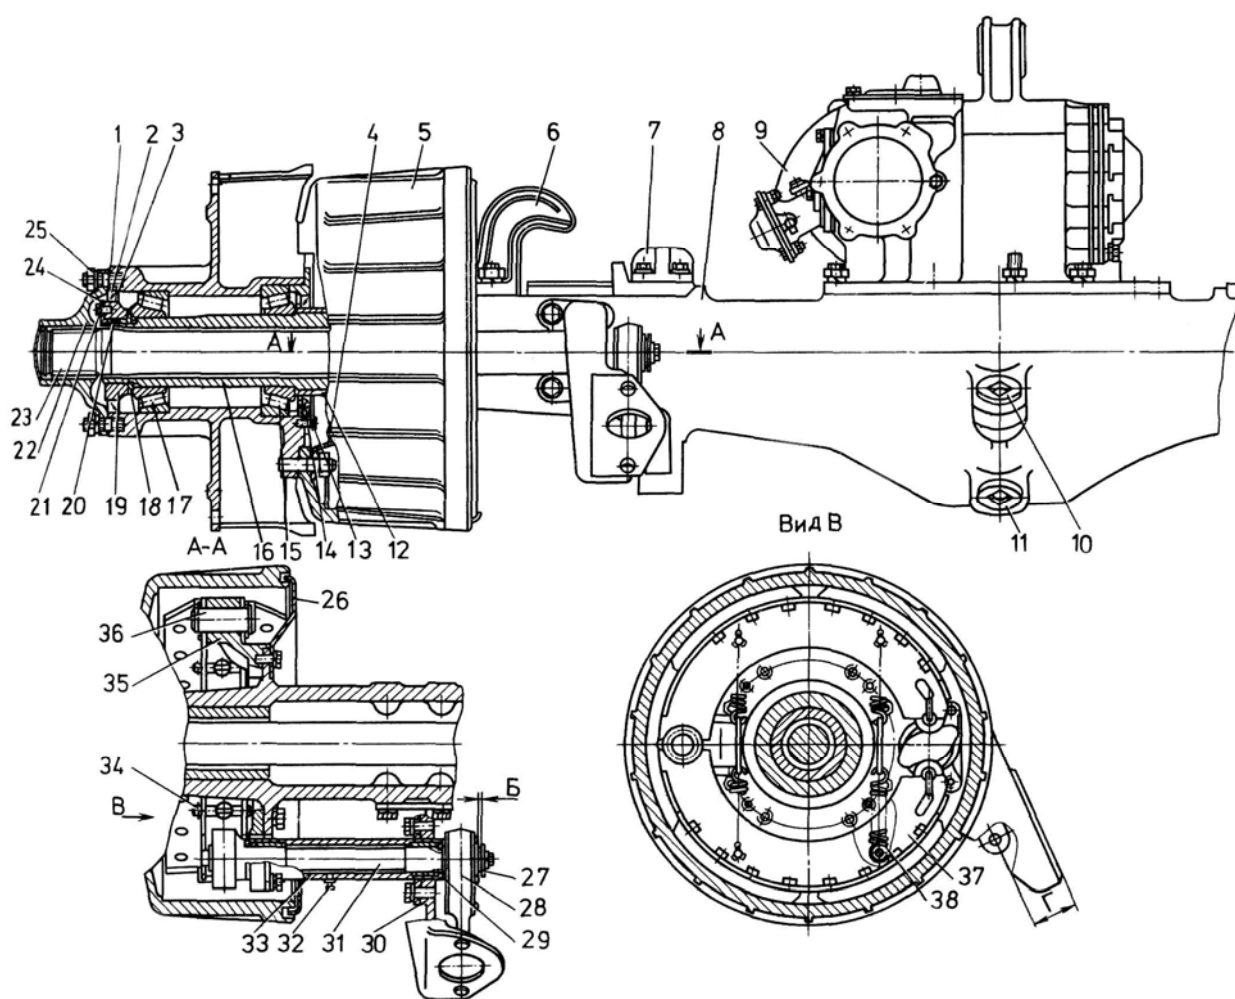
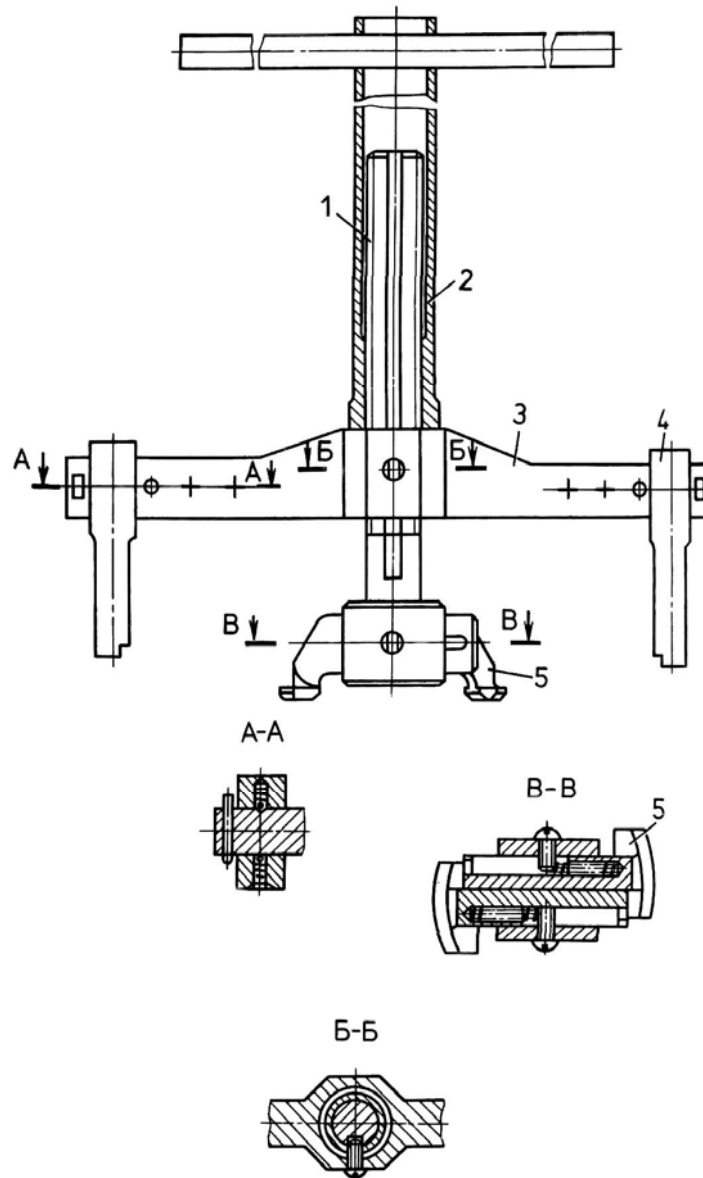
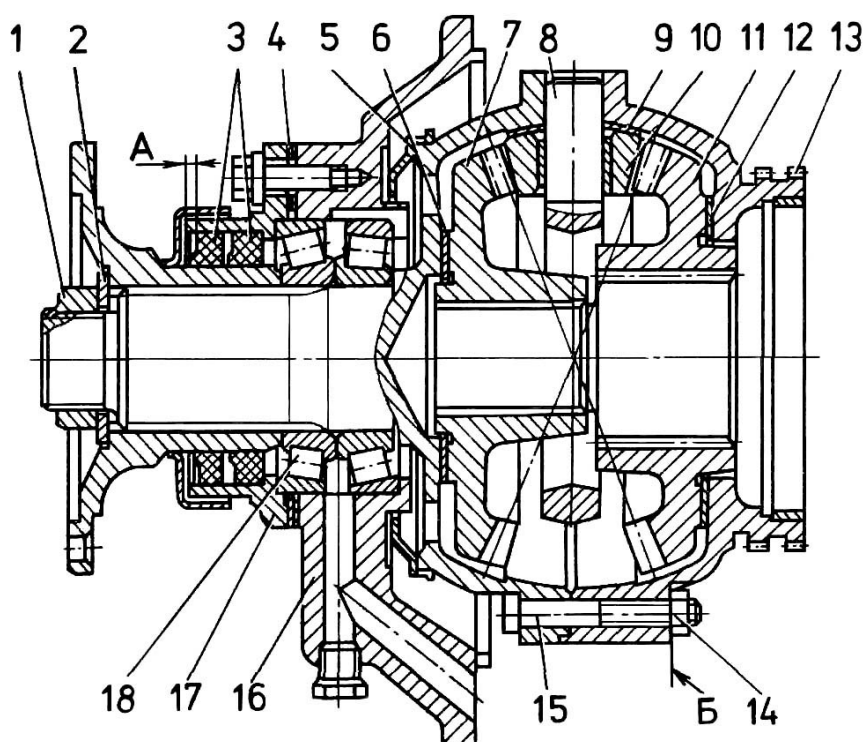

Рис.28. Задний мост:
Рис.31. Съемник для выпрессовки наружных колец из ступиц колес:
Рис.35. Дифференциал межосевой:
Задний и средний мосты объединены балансирной подвеской. Устройство заднего (среднего) моста показано на рис.28, 29; отличаются они один от другого только главными передачами (средний мост имеет межосевой дифференциал).
1. Отвернуть гайки крепления буферов 7 (см. рис.28) к картеру моста и болты крепления защитных дисков 26 к суппорту. Снять буфера и защитные диски.
11. Выпрессовать с помощью съемника (рис.31) из ступицы наружные обоймы подшипников 15 (см. рис.28) и 17.
20. Спрессовать (при необходимости) с кожуха полуоси, используя съемник 1 (рис.32), упорную втулку 12 (см. рис.28) и снять маслоотражатель.
1. Отвернуть гайку 1 (рис.35), предварительно отогнув стопорящий усик гайки, снять тарельчатую пружину 2.
3. Отвернуть болты крепления крышки 17 (см. рис.35), снять крышку с манжетами 3 и регулировочные прокладки 4. Выпрессовать из крышки манжеты.
5. Выпрессовать с помощью съемника (см. рис.31) подшипники 18 (см. рис.35) из гнезда 16.
3. Выпрессовать, используя съемник (см. рис.31), из картера 12 (см. рис.29) подшипников наружные обоймы подшипников 32 и 36.